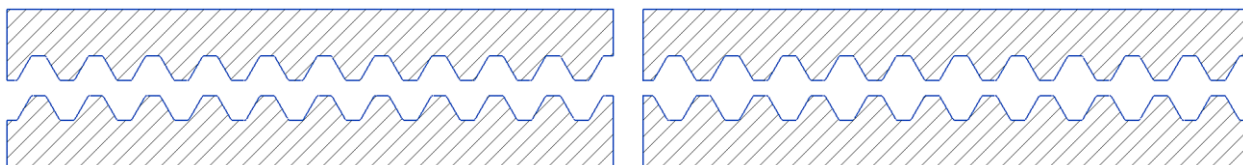

Рис. 8 Конфигурация щек «зуб-впадина» и «зуб-зуб»
1.4.5 Установка щек возможна в двух конфигурациях (рис. 8)